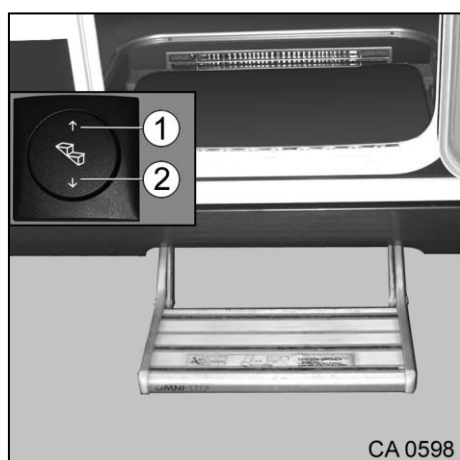

Fig. 6 Marche-pied à une marche
1. Appuyer sur l'interrupteur à bascule (Fig. 6/2) et le marche-pied sort complètement.
1. Appuyer sur l'interrupteur à bascule (Fig. 6/1) et le marche-pied rentre complètement.